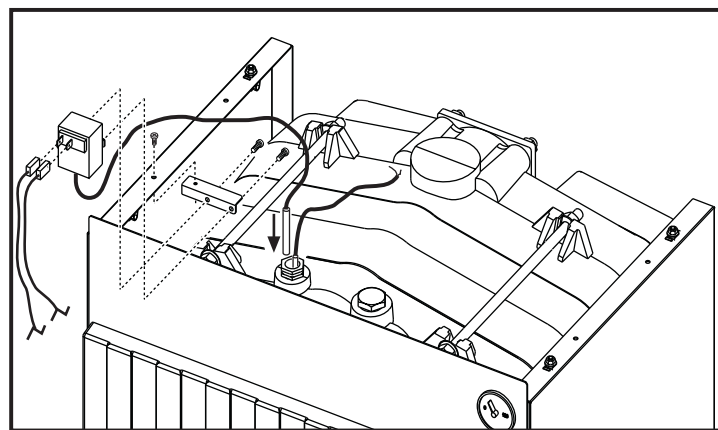

рис. 11
- Прикрепите крепежную скобу и термостат, как показано на рис. 11.